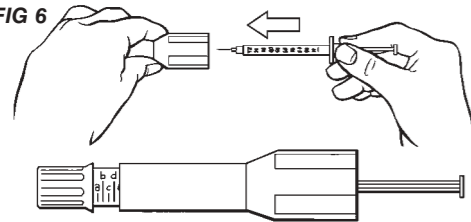

FIG 7
4. Screw the syringe housing and injector body together, taking care not to touch the firing button (**Fig 7**). Check again that the depth adjuster is in the correct position.
4. Visser ensemble le porte seringue et le corps de l'injecteur, en prenant garde à ne pas toucher le bouton déclencheur (**Fig 7**). Vérifier une nouvelle fois que l'adaptateur de profondeur est correctement positionné.
4. Enrosque la carcasa de la jeringa y el cuerpo del inyector juntos, teniendo cuidado de no tocar el botón de disparo (**Fig 7**). Compruebe de nuevo que el ajustador de profundidad esté en la posición correcta.